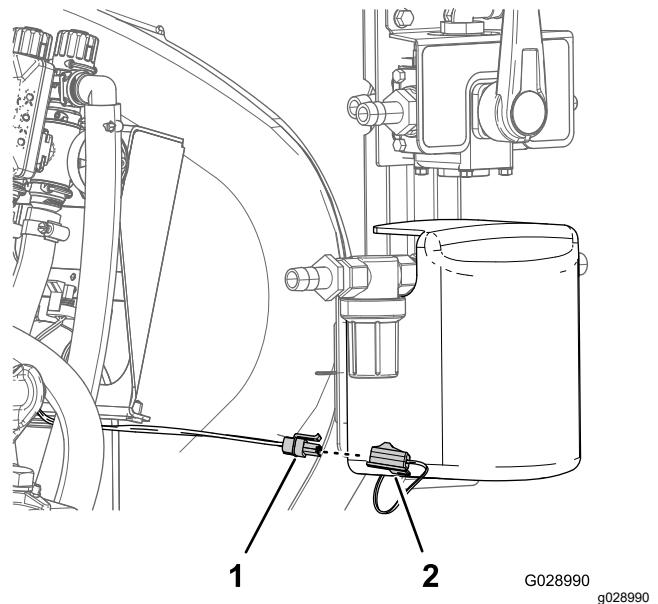

Figura 30
1. Ligue o conector elétrico de 2 tomadas da cablagem da máquina ao conector elétrico de 2 pinos da bomba de lavagem (Figura 30).
2. Pressione os dois conectores até o trinco no conector de 2 tomadas ficar bem preso (Figura 30).